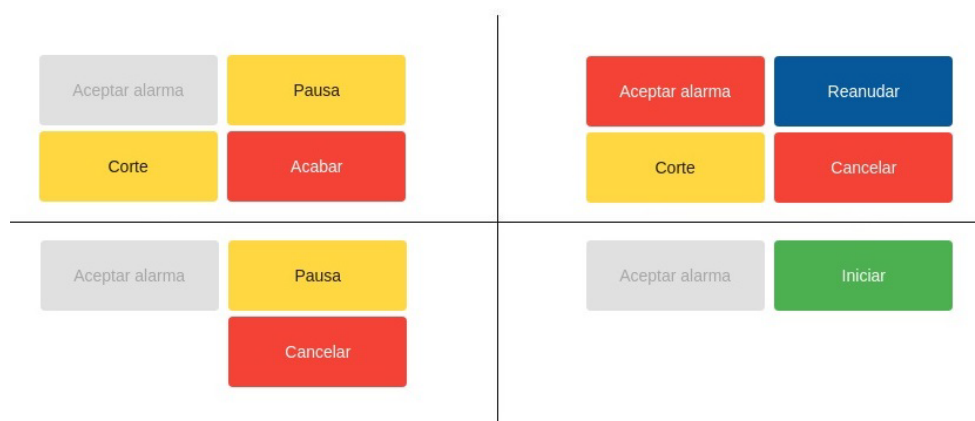

Figura 7: Botones de control del ciclo de mezcla
21. Botones de control principales para controlar el ciclo de mezcla. Iniciar, Pausa, Reanudar, Cancelar, Ajuste y Aceptar alarma. (Consulte la Figura 7)